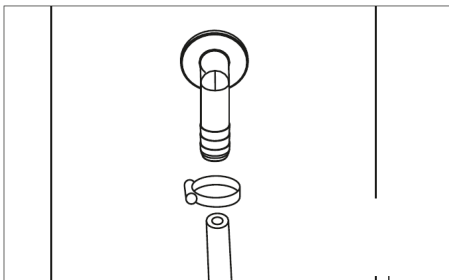

Abb. 9.10 – Überlaufanschluss am Salzbehälter
10. Schließen Sie den zweiten Schlauch an den Überlaufwinkel des Salzbehälters an und führen Sie das andere Ende zum Ablauf (Abb. 9.10). **Hinweis:** Sichern Sie die Verbindung mit einer Schlauchschelle und führen Sie den Schlauch unter Einhaltung eines ausreichenden freien Auslaufs zum Ablauf.